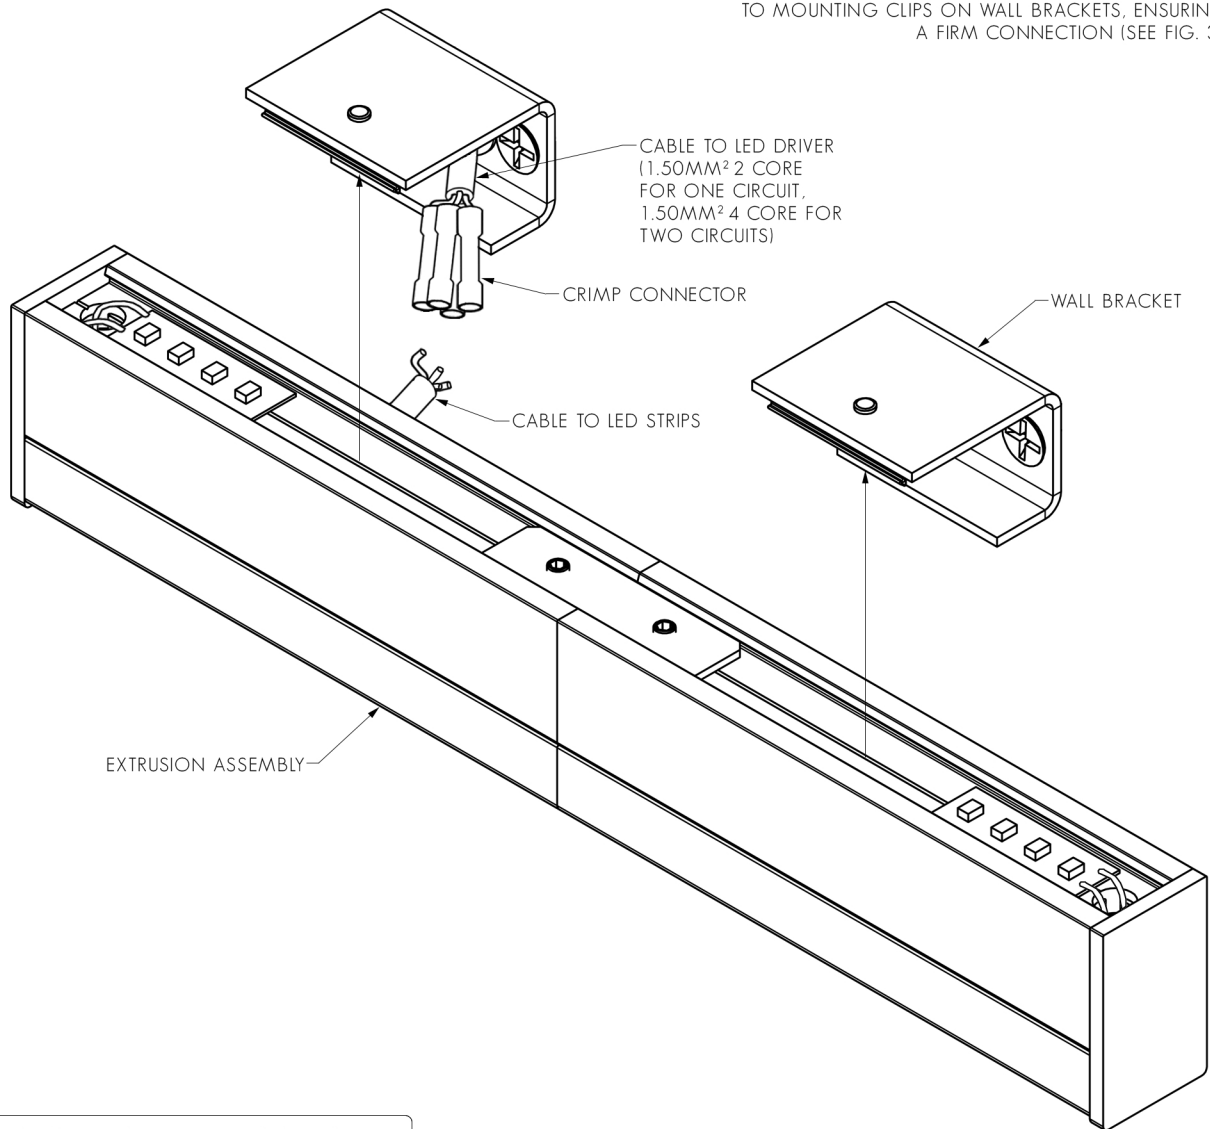

FIG. 3 - ENSURE EXTRUSION IS MOUNTED SECURELY
2. LIFT EXTRUSION ASSEMBLY AND CLIP EXTRUSION ON TO MOUNTING CLIPS ON WALL BRACKETS, ENSURING A FIRM CONNECTION (SEE FIG. 3).